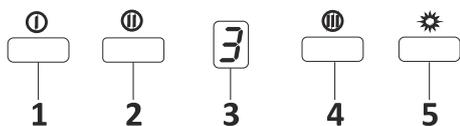

Fig. 18: Botón digital de 3 vel.
1. ➤ Pulse este botón para encender el producto. El producto también funcionará al nivel de 1ª velocidad cuando se presione este botón.Fig. 18
2. ➤ El producto funcionará al nivel de 2ª velocidad cuando se presione este botón.Fig. 18
3. ➤ Pantalla digital Puede seguir la velocidad a la que el producto está trabajando actualmente en esta pantalla.Fig. 18
4. ➤ El producto funcionará en el 3er nivel de velocidad cuando se presione este botón.Fig. 18
5. ➤ Pulse este botón para encender y apagar la lámpara.Fig. 18
6. ➤ Al presionar y mantener pulsado cualquiera de los botones de operación del motor durante más de 2 segundos se iniciará una función de temporizador de 15 minutos. Una señal se mostrará una vez que se inicie el temporizador y el motor se detendrá automáticamente después de 15 minutos.Fig. 18